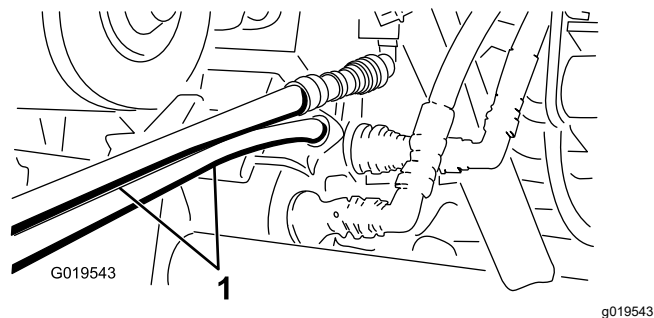

Figura 76
5. Sull'altra macchina, collegate i due tubi ai connettori che si trovano ancora nella staffa dell'accoppiatore (collegate il tubo superiore al connettore superiore e il tubo inferiore al connettore inferiore) (Figura 76).